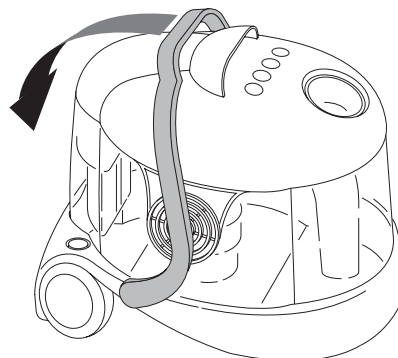

fig. 1
- Lăsați în jos complet mânerul de blocare a capacului **T** (fig.1).